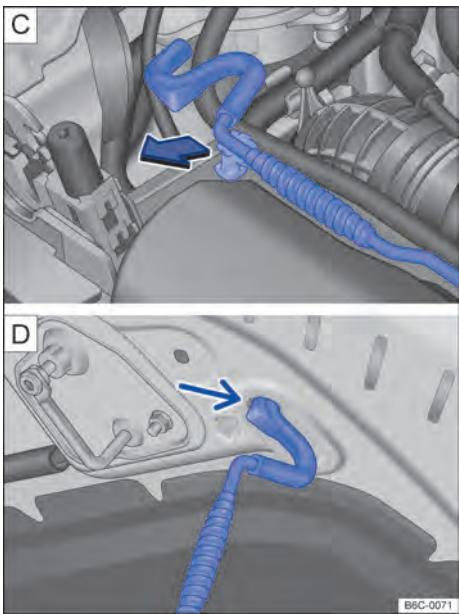

Fig. 147 **C** Haste de sustentação da tampa do compartimento do motor. **D** Tampa do compartimento do motor apoiada na haste de sustentação.
- Retirar a haste de sustentação do suporte no sentido da seta → Fig. 147 **C** e posicioná-la na abertura na tampa do compartimento do motor → Fig. 147 **D**.
- Levantar um pouco a tampa do compartimento do motor → ③.
- Retirar a haste de sustentação do furo → Fig. 147 **D** e encaixá-la no suporte do fecho → Fig. 147 **C**.